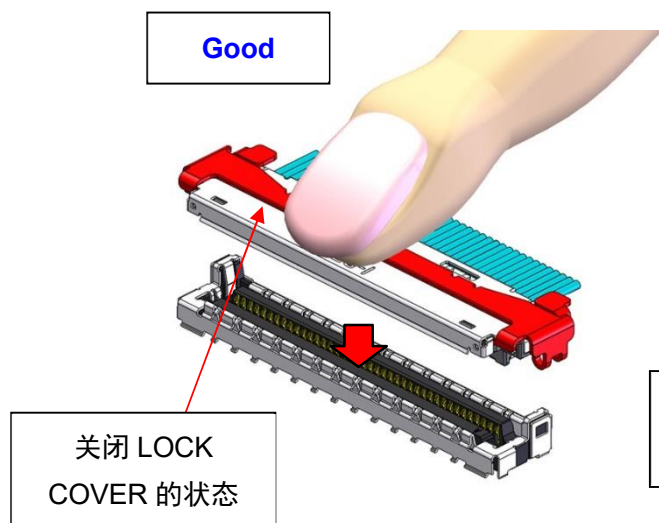

Fig.6
- 如图 6、7 所示，Plug 嵌合时，请先关闭 LOCK COVER 后再进行。否则在嵌合时可能导致 LOCK COVER 变形，LOCK 力下降。